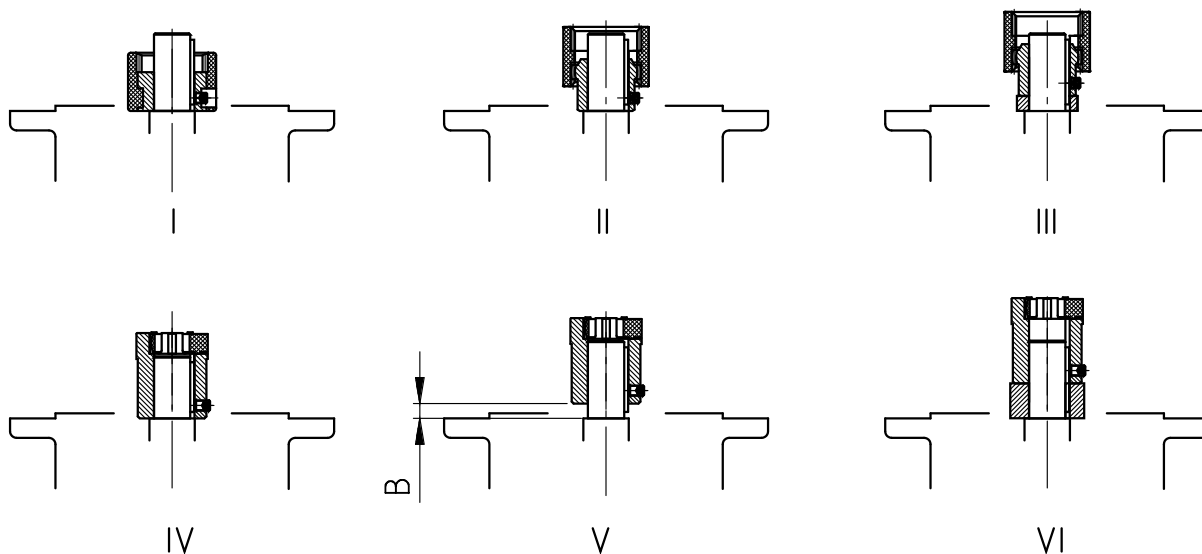

Figura 16: Montarea cuplajului pe arborele motorului la diferite variante constructive ale cuplajului
3. Așezați jumătatea de cuplare în așa fel pe arborele motorului, încât pana de siguranță a motorului să angreneze cu canelura jumătății de cuplare. Strângeți jumătatea de cuplare conform indicațiilor producătorului motorului. La transmisiile standard cu dinți axiali observați cota B dintre jumătatea de cuplare și guler (vezi "Figura 16"). La anumite **adaptoare NEMA** setați poziția cuplajului conform indicației de pe eticheta adezivă aplicată.
4. Montați pana de siguranță livrată (a se vedea "Figura 16: Montarea cuplajului pe arborele motorului la diferite variante constructive ale cuplajului").
8. Montați motorul pe adaptor. Montați astfel și coroana dințată alăturată resp. manșonul dințat alăturat (a se vedea Figura 16: Montarea cuplajului pe arborele motorului la diferite variante constructive ale cuplajului). La adaptorul AN360TC și AN400TC se fixează flanșa adaptorului pe motor, iar apoi de înșurubează motorul pe adaptor.